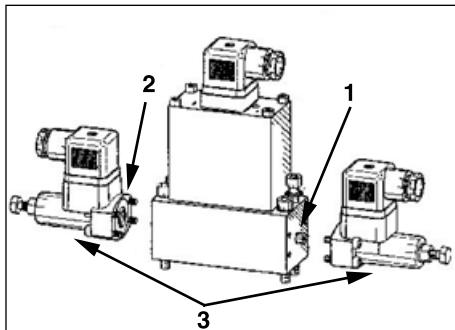

図3
1. 圧力を測定していたポートに一番近いバルブ本体の端のキャップネジとワッシャを取り外す。（図3、No. 1参照）
2. 圧力スイッチ取付け面のOリングに作動油を塗布する。（図3、No. 2参照）
3. スイッチを取り付けたキャップネジを使用して、バルブ端に圧力スイッチを取り付ける。3 FT-LBSへのトルク：4-N·M（図3、No. 3参照）